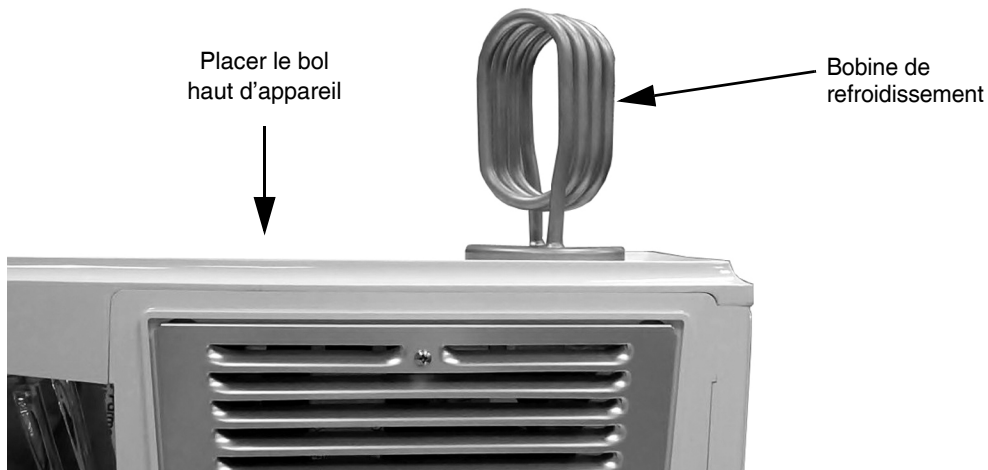

Figure 7.
5. Faites glisser le bol sur le bobine de refroidissement et d'assembler le bol pour le distributeur. Veillez à ne pas froisser le joint. Si le joint est froissé, boissons fuira du bol. (Voir Figure 7.)